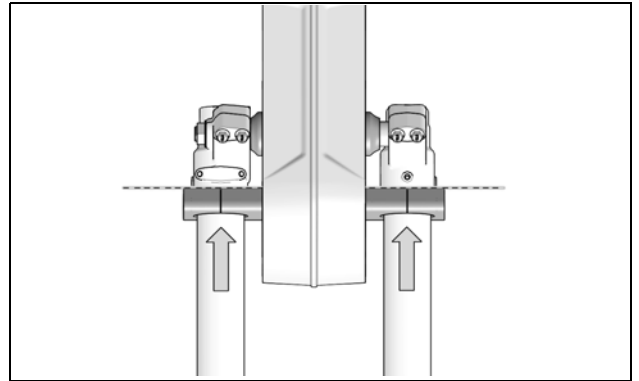

Figure 21
- Appliquer une pression aux deux côtés de l'assemblage du ski afin d'abaisser les brides au bas des poteaux de la fourche. Serrer les boulons des brides à un couple de 25 N·m [18 lb-pi]. Voir la Figure 21.